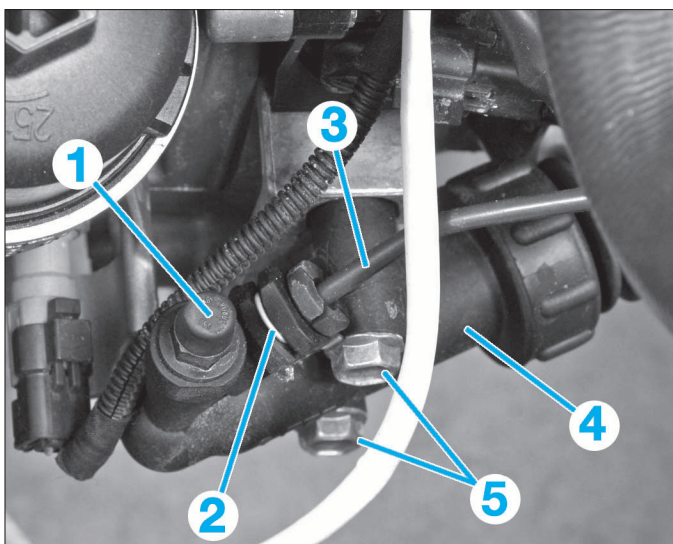

FIG. 2
- Vidanger le circuit de commande hydraulique d'embrayage avec la vis de purge (1) (Fig.2).
- Retirer l'agrafe (2) de la canalisation hydraulique (3) sans la déposer complètement (Fig.2).
- Retirer la canalisation hydraulique (3) du récepteur d'embrayage (4).
- Reposer les 2 vis (5) (Fig.2).
- Verrouiller l'agrafe (2).
- Accoupler un tuyau transparent sur la vis de purge (1) (Fig.2).